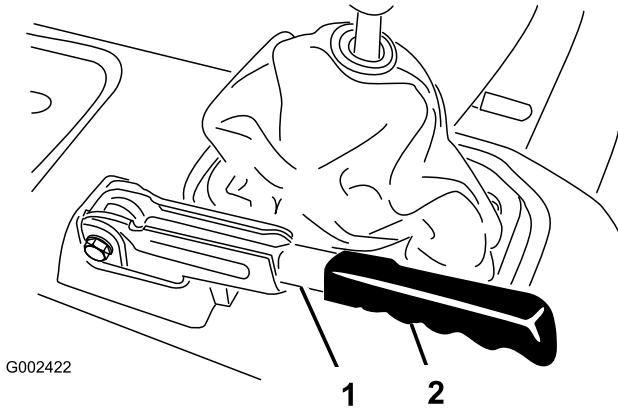

Bild 66
- Nehmen Sie den Gummigriff vom Feststellbremsshebel ab (Bild 66).